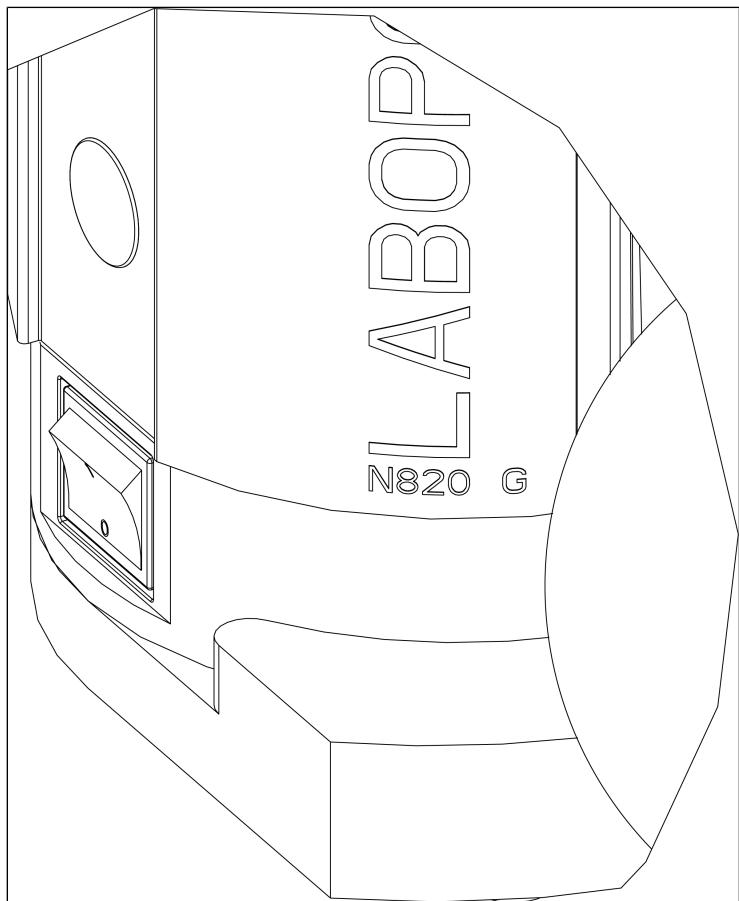

Fig.8: Conexión y desconexión del sistema de vacío con interruptor de alimentación
- Conectar el sistema de vacío con el interruptor de alimentación (ver Fig. 8).